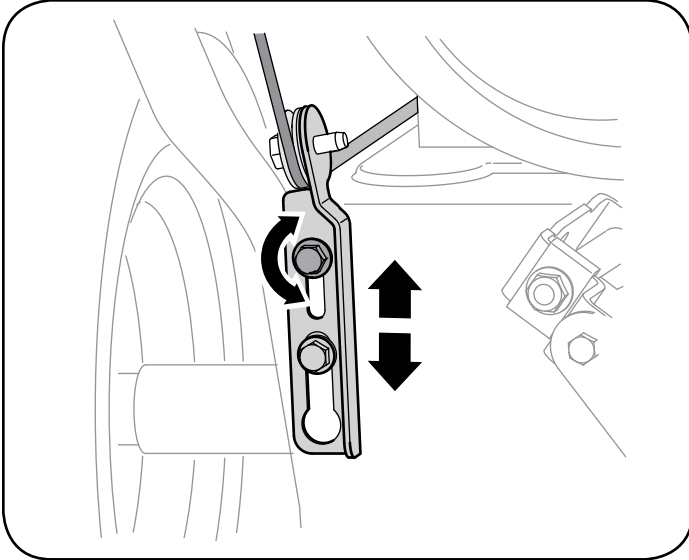

Figura 9
8. Ubique la ménsula hacia arriba para brindar más juego (o hacia abajo para aumentar la tensión del cable). Vea la figura 9.